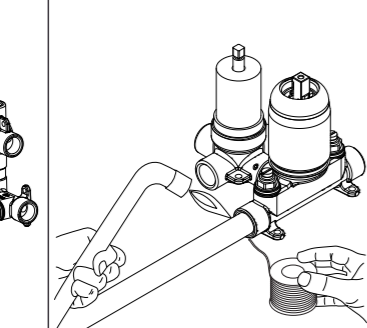
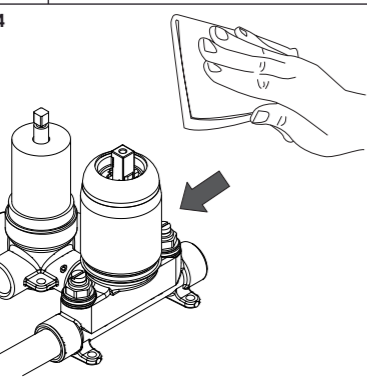
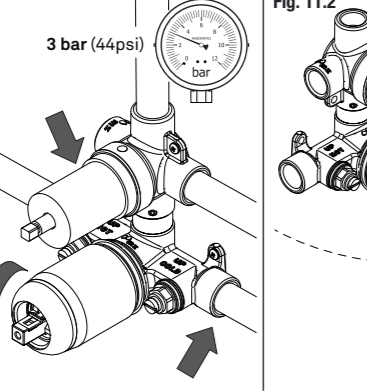

Fig. 8.2
Fig. 8.3
Fig. 8.4
4) Realizar la soldadura antes de su colocación en la pared (Fig. 8.2) con estaño de plata (Fig. 8.3). Enfriar con un paño húmedo las zonas de los cartuchos (indicadas con flechas) cada vez que se suelde (Fig. 8.4).
4) Perform the welding before the placement in the wall (Fig. 8.2) with silver tin (Fig. 8.3). Please cool the areas nearby cartridges (indicated with arrows) each time you weld.
4) Effectuez le soudage avant de le placer sur le mur (Fig. 8.2) avec de l'étain argenté (Fig. 8.3). Refroidissez avec un chiffon humide les zones des cartouches (indiquées par des flèches) à chaque soudage (Fig. 8.4).